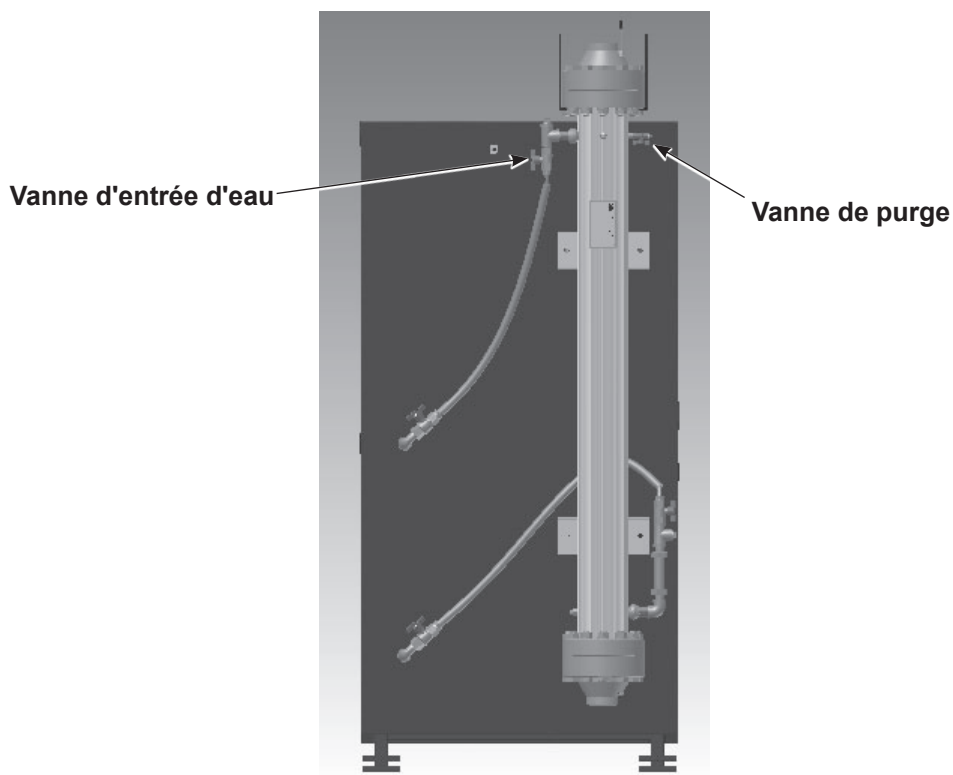

Figure 12 Vannes d'entrée sur l'échangeur thermique
2. Voir la Figure 12. Fermer la vanne d'entrée d'eau de 3/4" sur le dessus de l'échangeur thermique.